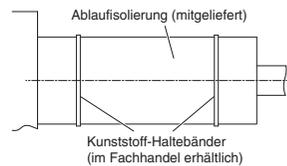

Abb. 3-10
- (2) Nach Kontrollieren des Abflusses das mitgelieferte Abdichtmaterial und die Isolierung um das Rohr wickeln, dann mit den Halteklammern sichern. (Abb. 3-10)